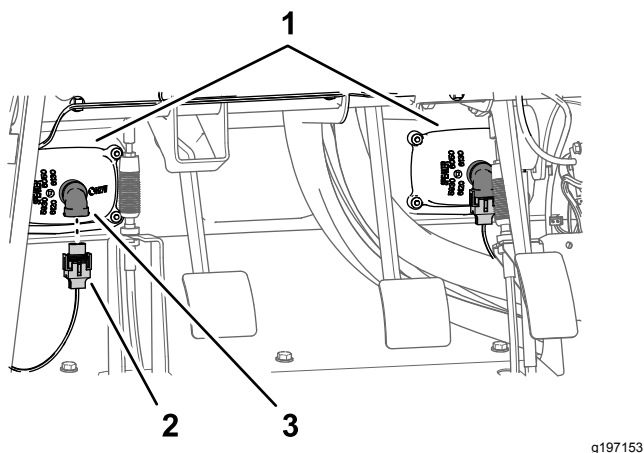

Рисунок 14
1. Отсоедините 2 электрических разъема (2-гнездовых) жгута проводов машины от 2-штыревых разъемов левой и правой фар (Рисунок 14).